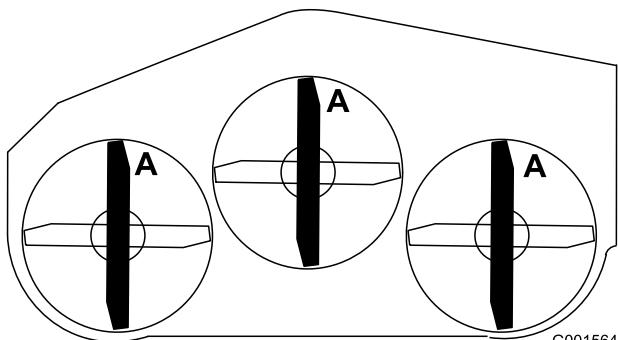

Figura 60
2. Gire las cuchillas hasta que los extremos estén orientados hacia adelante y hacia atrás (Figura 60).